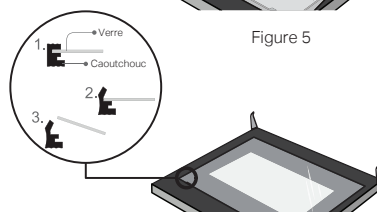

Figure 6
6. Après avoir retiré la vitre intérieure, veuillez retirer la vitre suivante comme indiqué sur la figure 6.
(Figure 6)